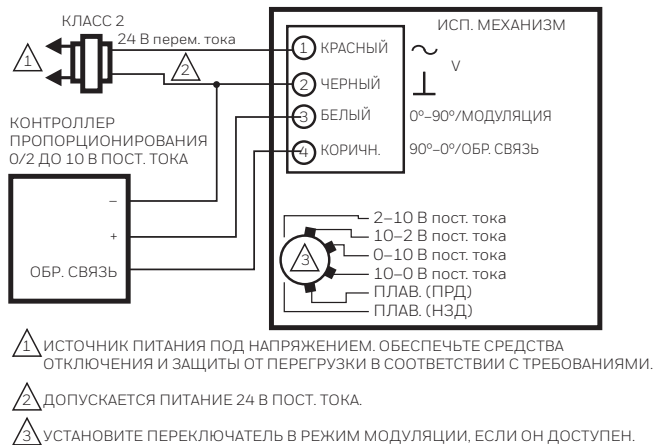

Рис. 14. Проводка для модулирующего пропорционального управления (0/2–10 В пост. тока), модели MS75 (показана) и MS71.
- a. Входной сигнал, В пост. тока: подайте сигнал 5-6 В пост. тока на провод управления (БЕЛЫЙ). См. рис. 14.
- b. Входной сигнал, мА: подайте сигнал 10-12 мА на провод управления (БЕЛЫЙ). См. рис. 14.
- c. Плавающий режим: подайте сигнал 24 В пер. тока на соответствующий провод 0-90° (3) или 90-0° (4), пока устройство не достигнет положения 50 %.